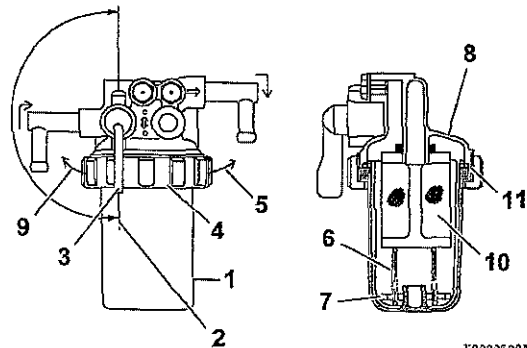

図 16
1. 抜き出された水やごみを集めるため、専用の容器を油水分離器のカップ (1, 図 16) の下に置きます。
2. 燃料コック (3, 図 16) を閉じます (2, 図 16)。
3. リテーナリング (4, 図 16) を左側に回します (9, 図 16)。
4. 十分注意しながら、カップ (1, 図 16) を取り外します。カップ内の押さえばね (6, 図 16) とフロートリング (7, 図 16) を取り出します。カップ内の燃料やドレンを専用容器に移し、定められた方法で廃棄します。カップ内の燃料がこぼれないように布切れで受けます。こぼした燃料は、直ちにふき取ります。
6. エレメント (10, 図 16) を下向きに引き抜いて、取り外します。
8. Oリング (11, 図 16) の状態を点検します。必要な場合は、新品と交換します。
9. カップ内にフロートリング (7, 図 16) と押さえばね (6, 図 16) を置きます。
10. カップを取付面 (8, 図 16) に取り付け、リテーナリング (4, 図 16) を右に回します (5, 図 16)。締め付けは、必ず手で行います。
11. 燃料コック (3, 図 16) を開けます。